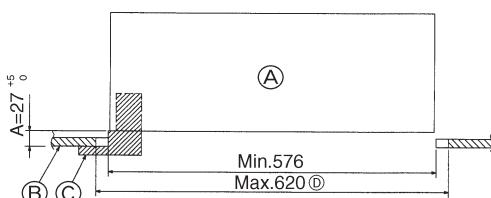

Fig. 5-2
5.2. Voorbereidingen voor het bevestigen van het rooster (Fig. 5-2)
- (A) Hoofdunit